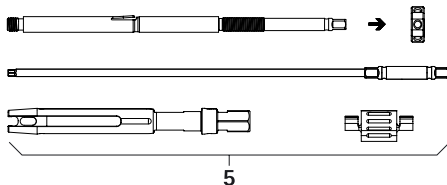

Fig. 3
- Démontez le levier de réduction percutané **5**, voir Fig. 3.